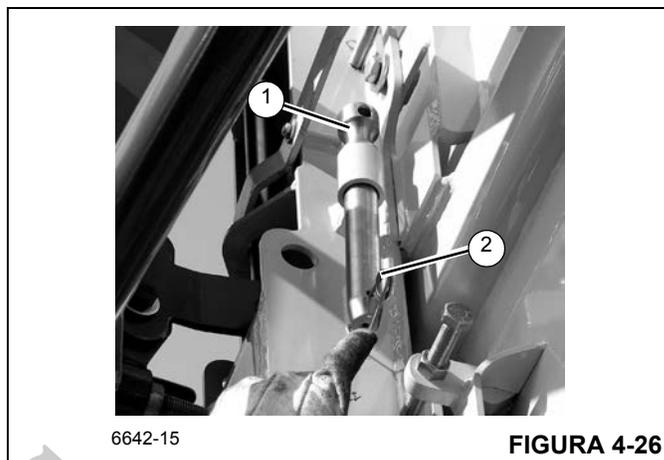

FIGURA 4-26
15. Armazene o pino (1) (Figura 4-26) no suporte. Fixe o pino (1) com o grampo de retenção (2).